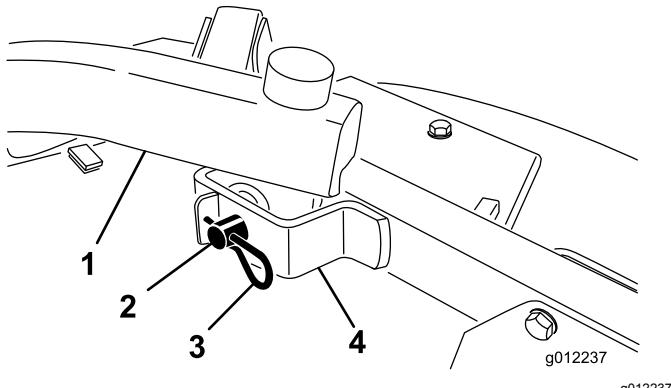

Figura 22
- Retire las chavetas y los pasadores de horquilla que fijan los brazos de elevación a los soportes de los brazos de las ruedas giratorias (Figura 22).